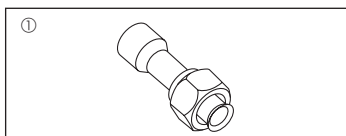

Fig. 1-1
1.6. Принадлежности наружного прибора (Fig. 1-1) (RP200/250)